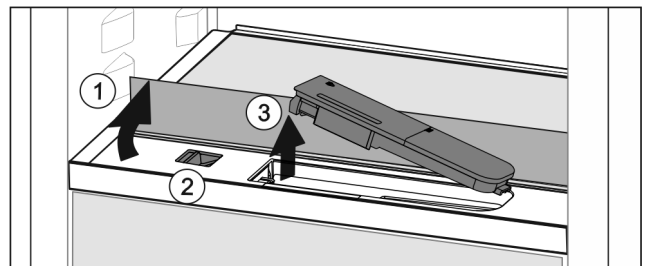

Fig. 127
- ▶ Підняти скляну панель і відкинути до упору назад Fig. 127 (1).
- ▶ Посунути повзунок Fig. 127 (2) уліво.
- ▶ Вийняти бак для води Fig. 127 (3).